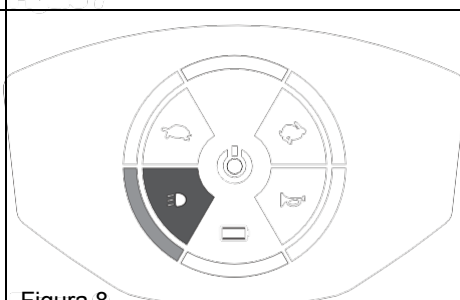

Figura 8
- Premere il pulsante [] una volta per accendere la luce di direzione e la luce posteriore. La spia [] sarà illuminata sul pannello. La spia sarà accesa sul pannello. (Figura 8)
- Spegnerla premendo di nuovo il pulsante. La spia [] sarà spenta sul pannello (Figura 8)